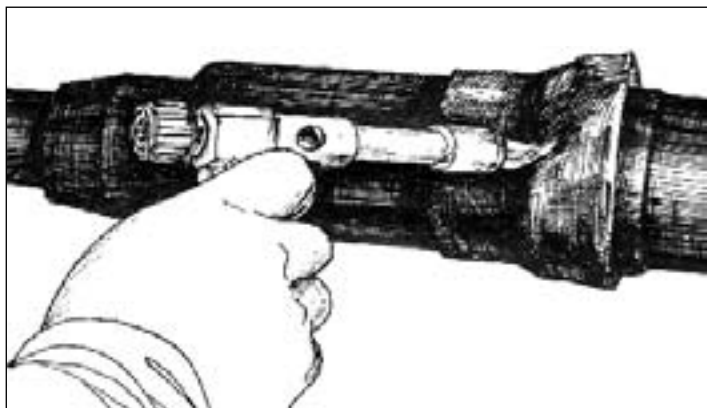

Рис. 4.2. - Усадка трубки ТУТ на среднем стыке
**4.2.3.** Герметизацию начинают со среднего стыка. Защищенные участки оболочки кабеля и муфты слегка прогревают открытым пламенем. Затем устанавливают и усаживают ТУТ (Рис. 4.2), начиная от середины трубки к одному из ее концов, а затем к другому концу.